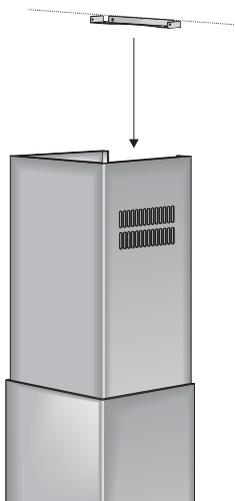

Fig. 8
- Infilare il camino telescopico superiore all'interno del camino telescopico inferiore (Fig. 8).
- Slide the upper telescopic stack inside the lower telescopic stack (Fig. 8).
- Enfiler la cheminée télescopique à l'intérieur de la cheminée télescopique inférieure (Fig. 8)